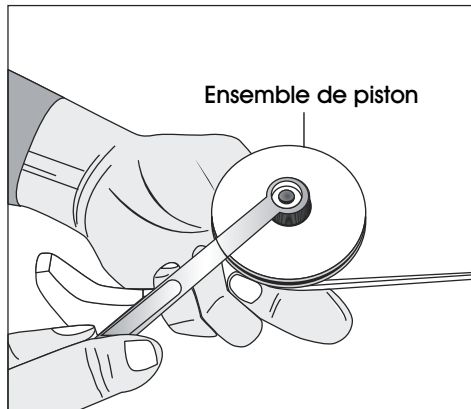

Figure 35
8. Retirez l'ensemble de piston à l'aide d'une tricoise 10 mm. (Voir Figure 35)